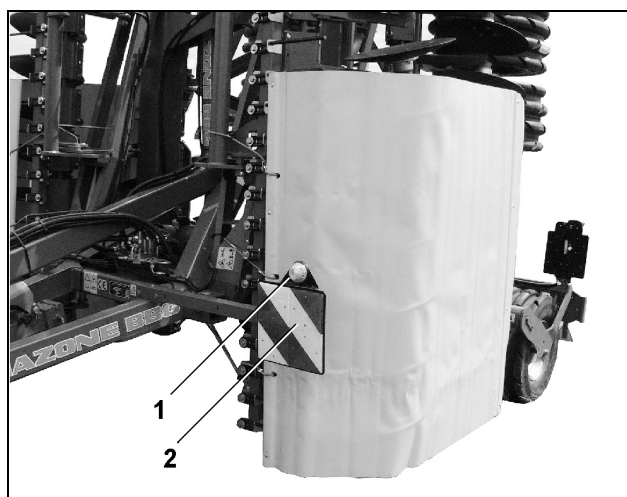

Fig. 20
- to fremadrettede markeringslygter (Fig. 20/1)
- to fremadrettede advarselstavler (Fig. 20/2)
- reflekser på siden, gule (Fig. 20/3)